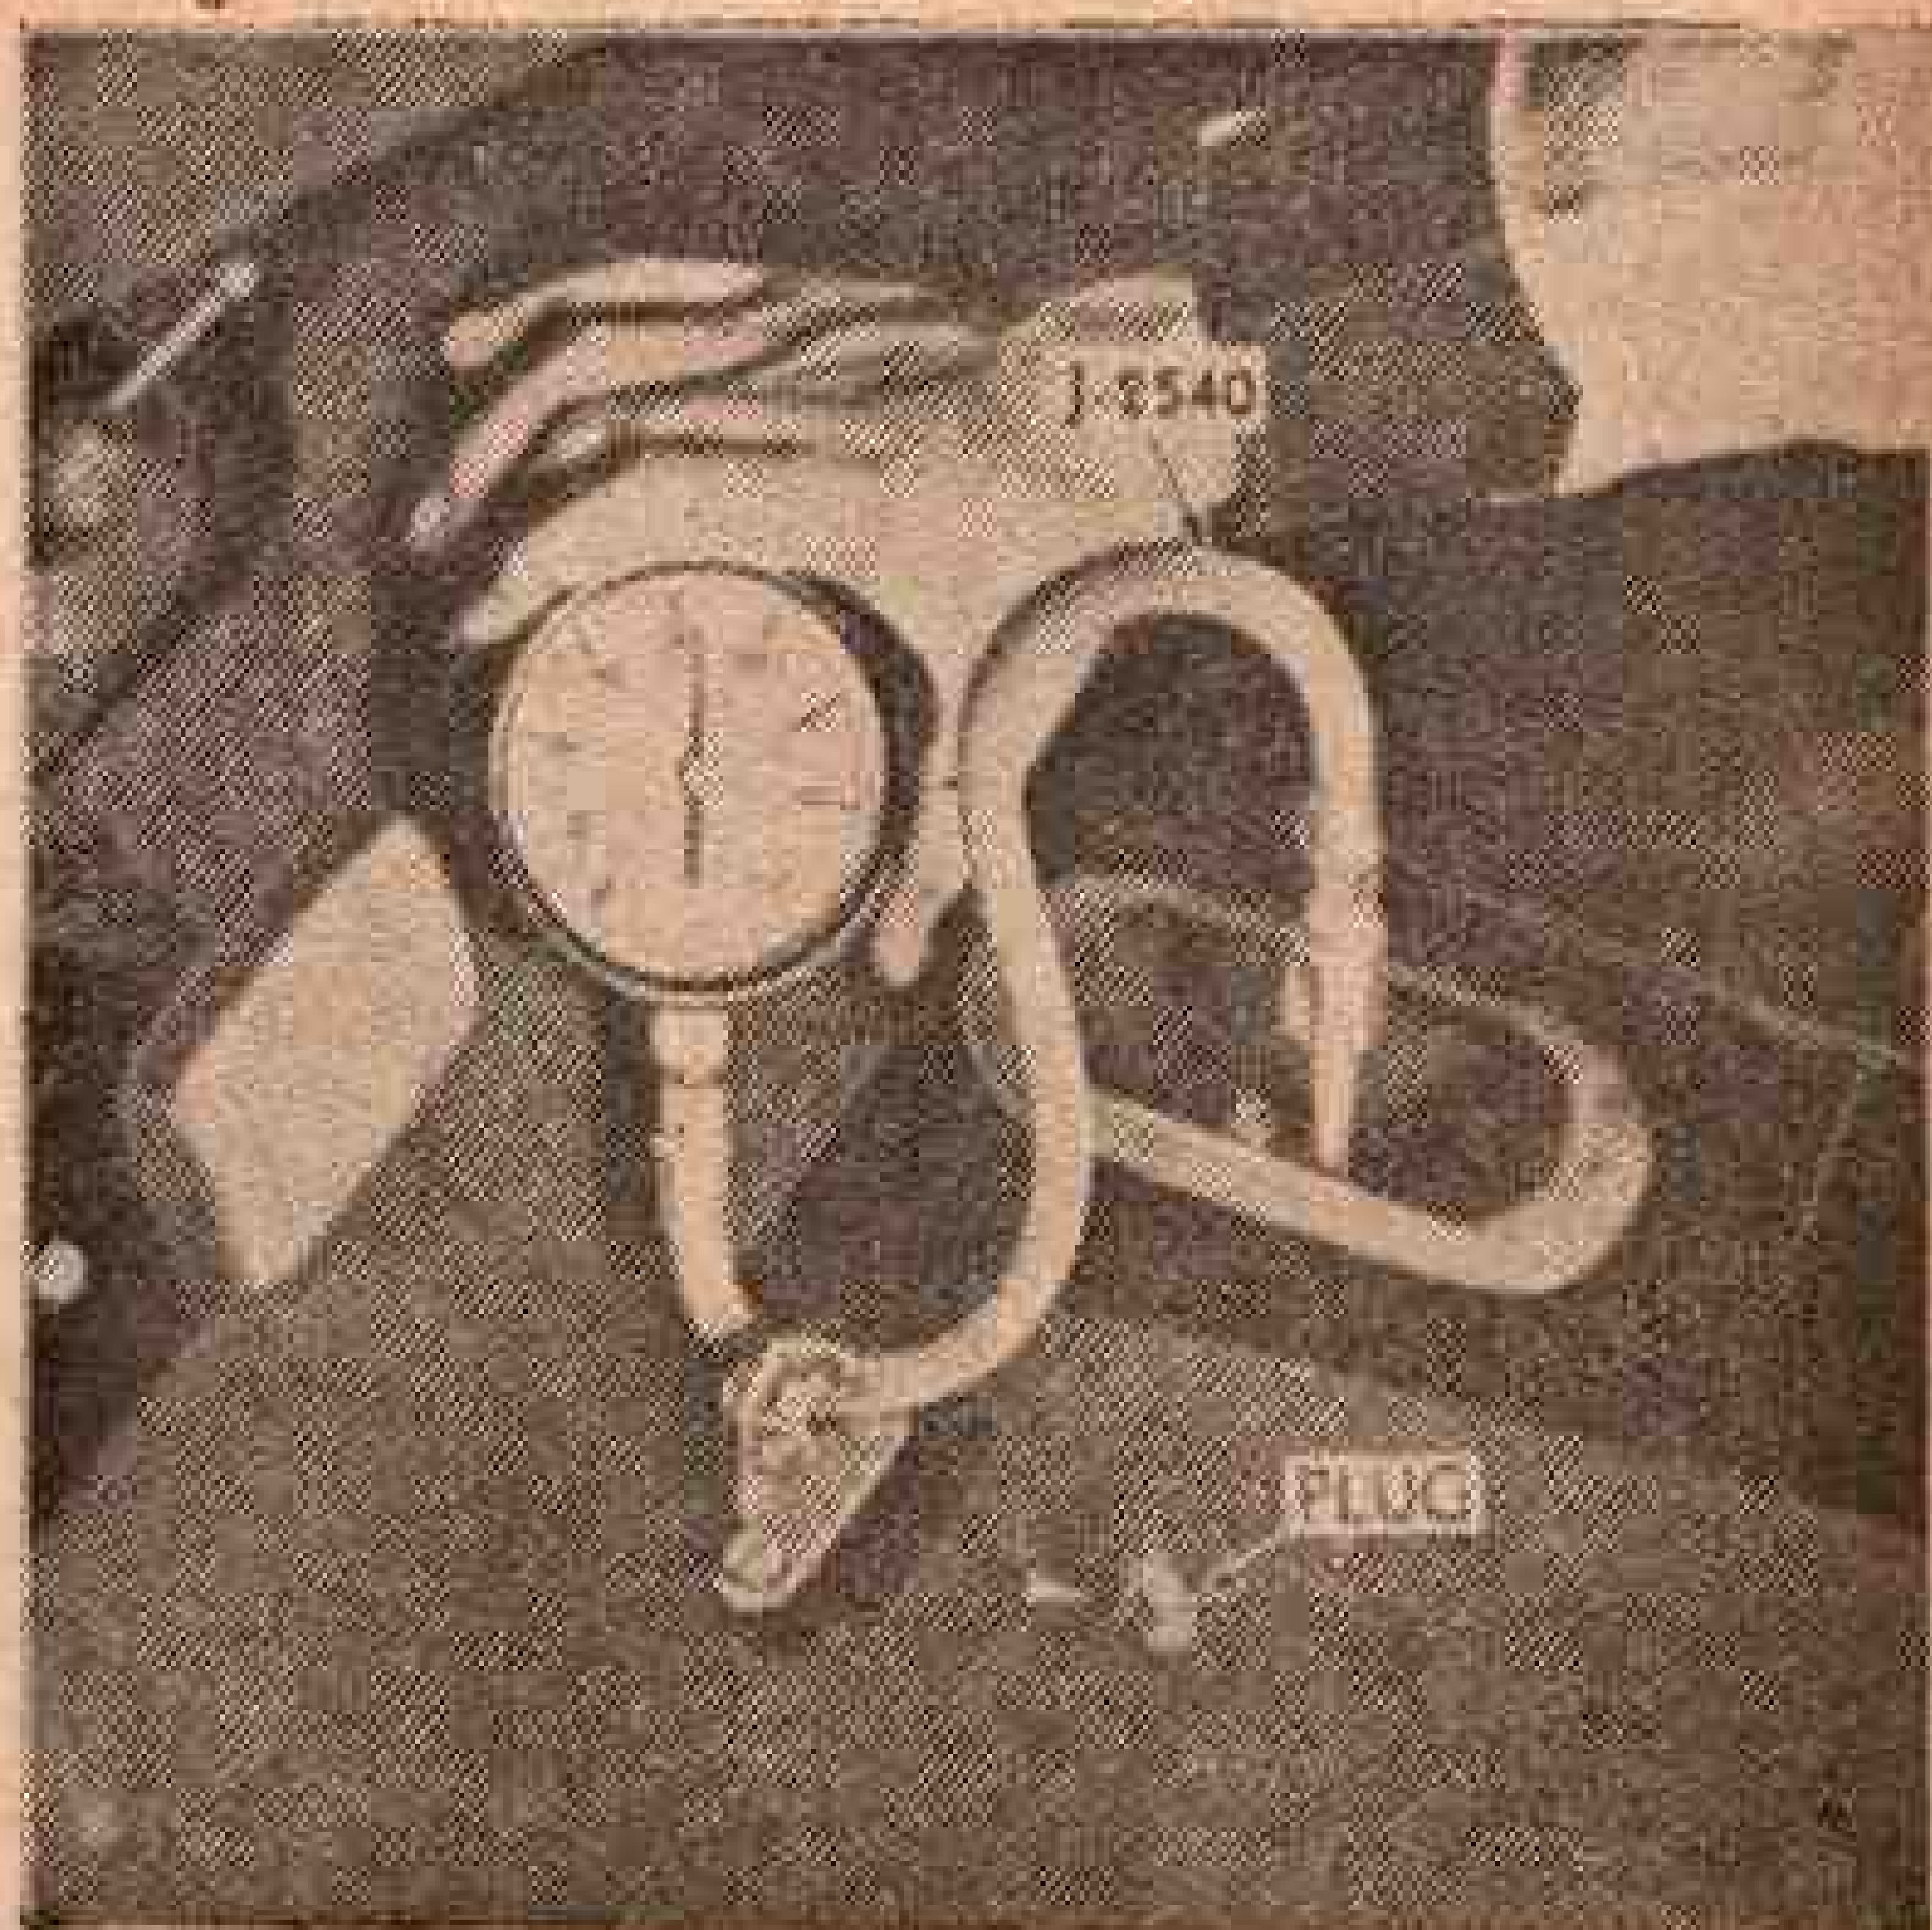

Fig. 299 — Verificação da pressão no cano principal do líquido da transmissão.
- 5 — Dá-se partida ao motor. Com o líquido da transmissão aquecido, a pressão deve variar de 75 a 90 libras a 1.000 r. p. m. Movimenta-se a alavanca seletora de N para DR, para LO e para R. A pressão deve ser a mesma em tôdas as posições (fig. 299).